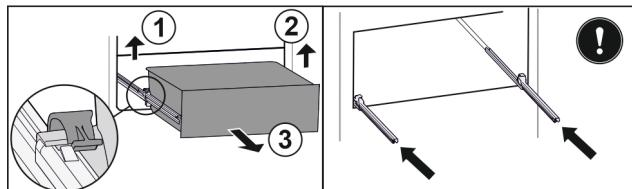

Fig. 103
- Підняти лівий затискач і одночасно висувний ящик ліворуч потягнути вперед. Fig. 103 (1)
- Підняти правий затискач і одночасно висувний ящик праворуч потягнути вперед. Fig. 103 (2)
- Вийняти висувний ящик рухом вперед. Fig. 103 (3)